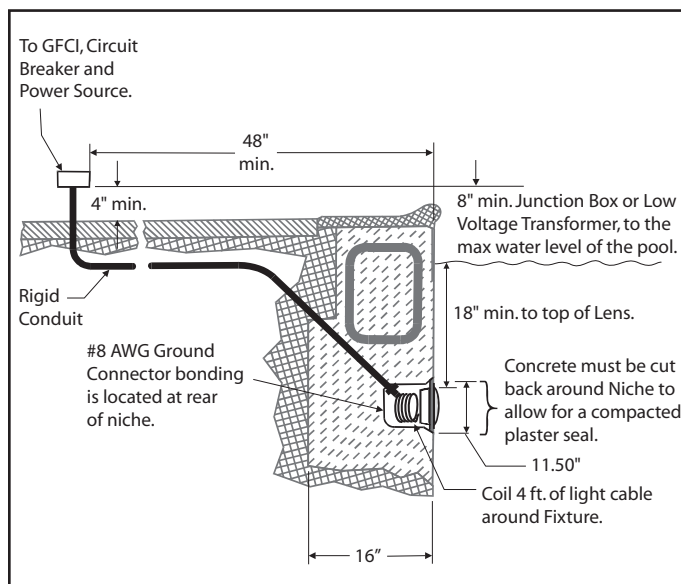

Figura 1. Instalación de la luz de colores digital Jandy
NOTA: El electricista debe completar los pasos de preparación antes de instalar la luz. Véase la Figura 1.
- La caja terminal (o un transformador de voltaje bajo para los modelos de 12 voltios) debe ubicarse al menos a ocho (8) pulgadas por encima del nivel del agua, al menos a cuatro (4) pulgadas por encima del nivel del suelo o del perímetro exterior de la piscina, y al menos a cuatro (4) pies del borde de la piscina o el spa; véase Figura 1 para piscinas y Figura 2 para spas.
- La luz y todos los elementos metálicos que estén a menos de cinco (5) pies de la piscina o el spa deben estar
- El nicho debe estar instalado correctamente, de manera que la parte superior del lente de la luz subacuática se encuentre al menos a 18 pulgadas por debajo de la superficie de agua en la piscina o el spa; véase Figura 1 o 2.
- El nicho debe tener sus partes metálicas correctamente interconectadas y una conexión a tierra a través de un conector a tierra AWG N° 8 ubicado en la parte trasera del nicho; véase Figura 1 o 2.
1. Haga pasar el cable a través del conducto hacia la caja terminal, y deje al menos cuatro (4) pies de cable en la luz para enrollarlo en la base del nicho de la luz, consulte la Figura 1. Los cuatro (4) pies de cable facilitan el mantenimiento una vez que la piscina esté llena.
2. Corte el cable en la caja terminal, deje al menos seis (6) pulgadas para realizar las conexiones.
3. Pele seis (6) pulgadas de la camisa del cable para dejar al descubierto los tres cables aislados. *Tenga cuidado de no dañar el aislamiento de los tres (3) cables internos.*
4. Instale el aliviador de tensión en la camisa del cable y conecte los tres (3) cables a los circuitos correspondientes en la caja terminal. Instale la cubierta de la caja terminal.
2. La caja terminal (o un transformador de voltaje bajo para los modelos de 12 voltios) debe ubicarse al menos a ocho (8) pulgadas por encima del nivel del agua, al menos a cuatro (4) pulgadas por encima del nivel del suelo o del perímetro exterior de la piscina, y al menos a 48 pulgadas del borde de la piscina o el spa. Véase la Figura 1.
3. La luz y todos los elementos metálicos que estén a menos de cinco (5) pies de la piscina deben estar correctamente interconectados y tener una conexión a tierra fiable.
4. El nicho debe estar instalado correctamente, de manera que la parte superior del lente de la luz subacuática se encuentre a un mínimo de 18 pulgadas por debajo de la superficie de agua en la piscina. Véase la Figura 1.
5. El nicho debe tener sus partes metálicas correctamente interconectadas y una conexión a tierra a través de un conector a tierra AWG N° 8 ubicado en la parte trasera del nicho. Véase la Figura 1.
5. Deje al menos cuatro (4) pies de cable para enrollarlo alrededor de la luz o en la base del nicho de la luz, consulte la Figura 1. Esto permite que la luz reciba mantenimiento luego de que la piscina esté llena.
6. Corte el cable en la caja terminal, deje al menos seis (6) pulgadas para realizar las conexiones.
7. Pele seis (6) pulgadas de la camisa del cable para dejar al descubierto los tres cables aislados. *Tenga cuidado de no dañar el aislamiento de los tres (3) cables internos.*
8. Instale el aliviador de tensión en la camisa del cable y conecte los tres (3) cables a los circuitos correspondientes en la caja terminal. Instale la cubierta de la caja terminal.